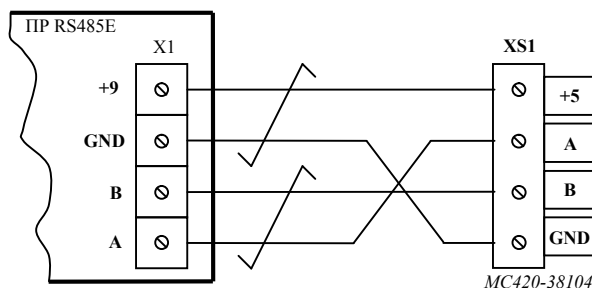

Рисунок 4.1 Схема подключения UTP-кабеля.
- подключите линию интерфейса RS-485 к соответствующим контактам клеммного блока X1 платы расширения RS485E согласно схеме, Рисунок 4.1;